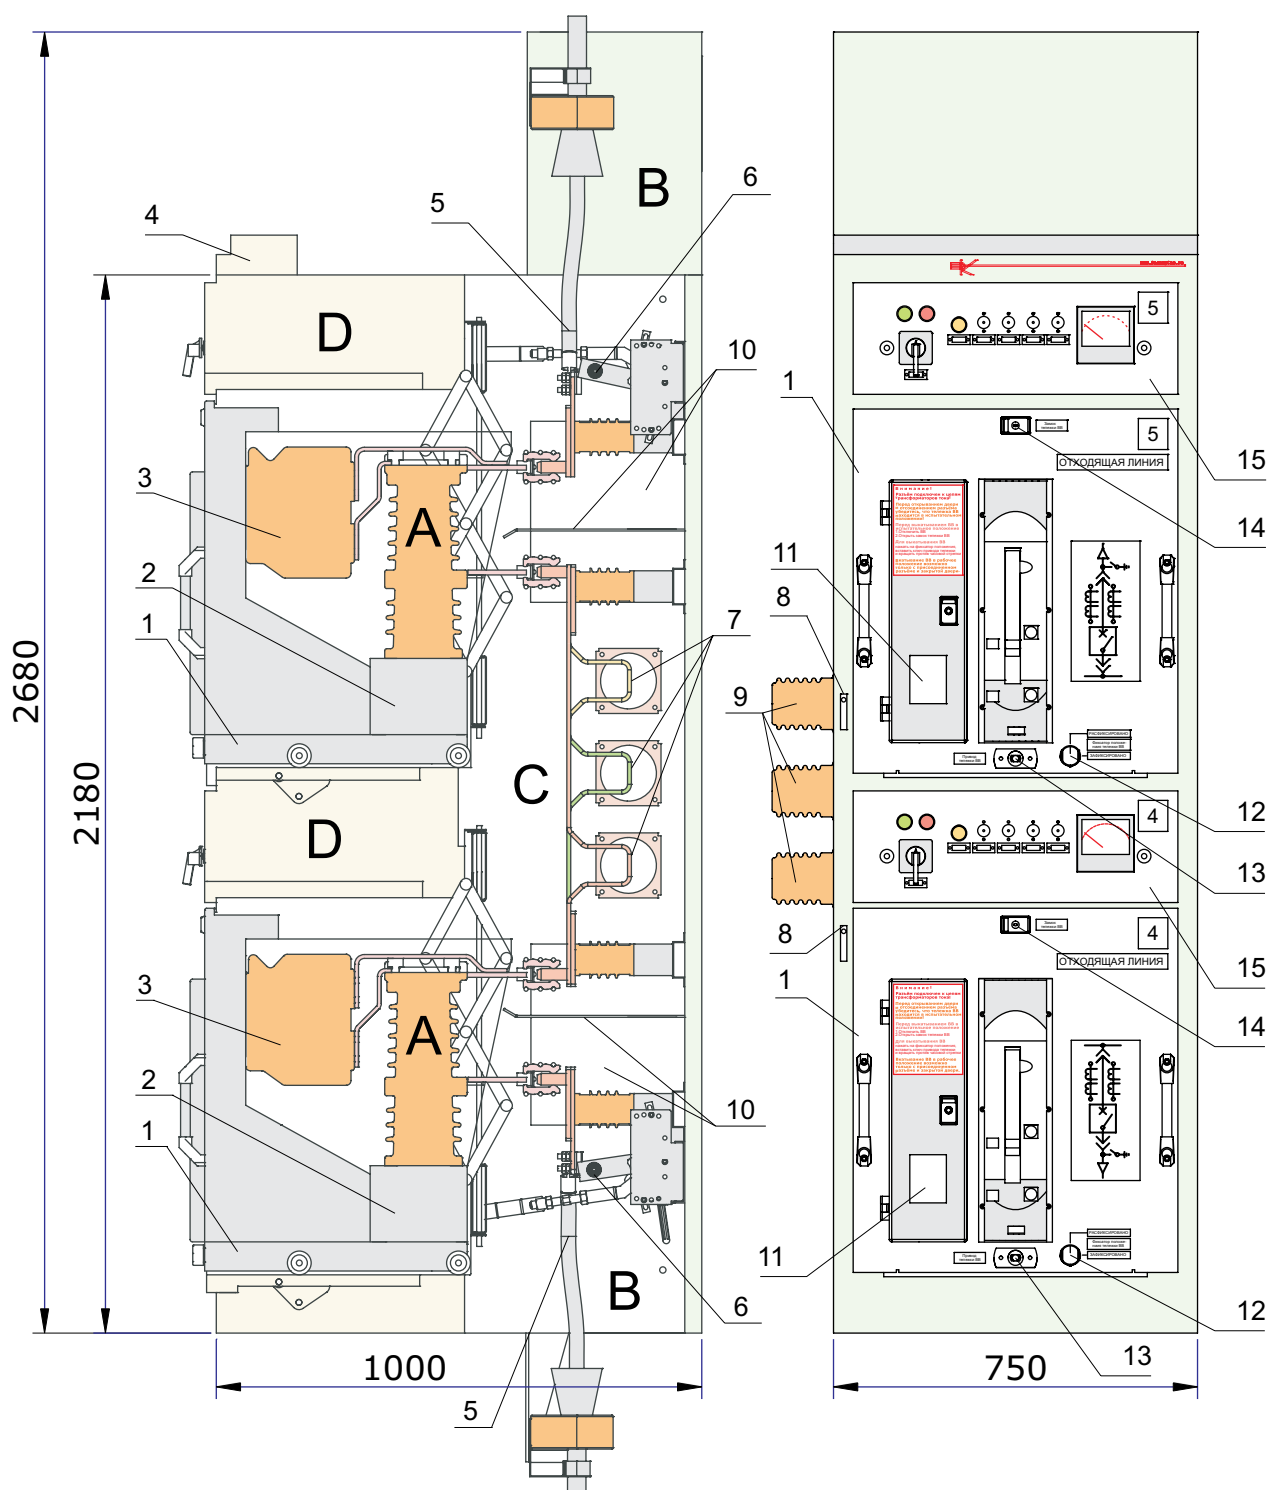
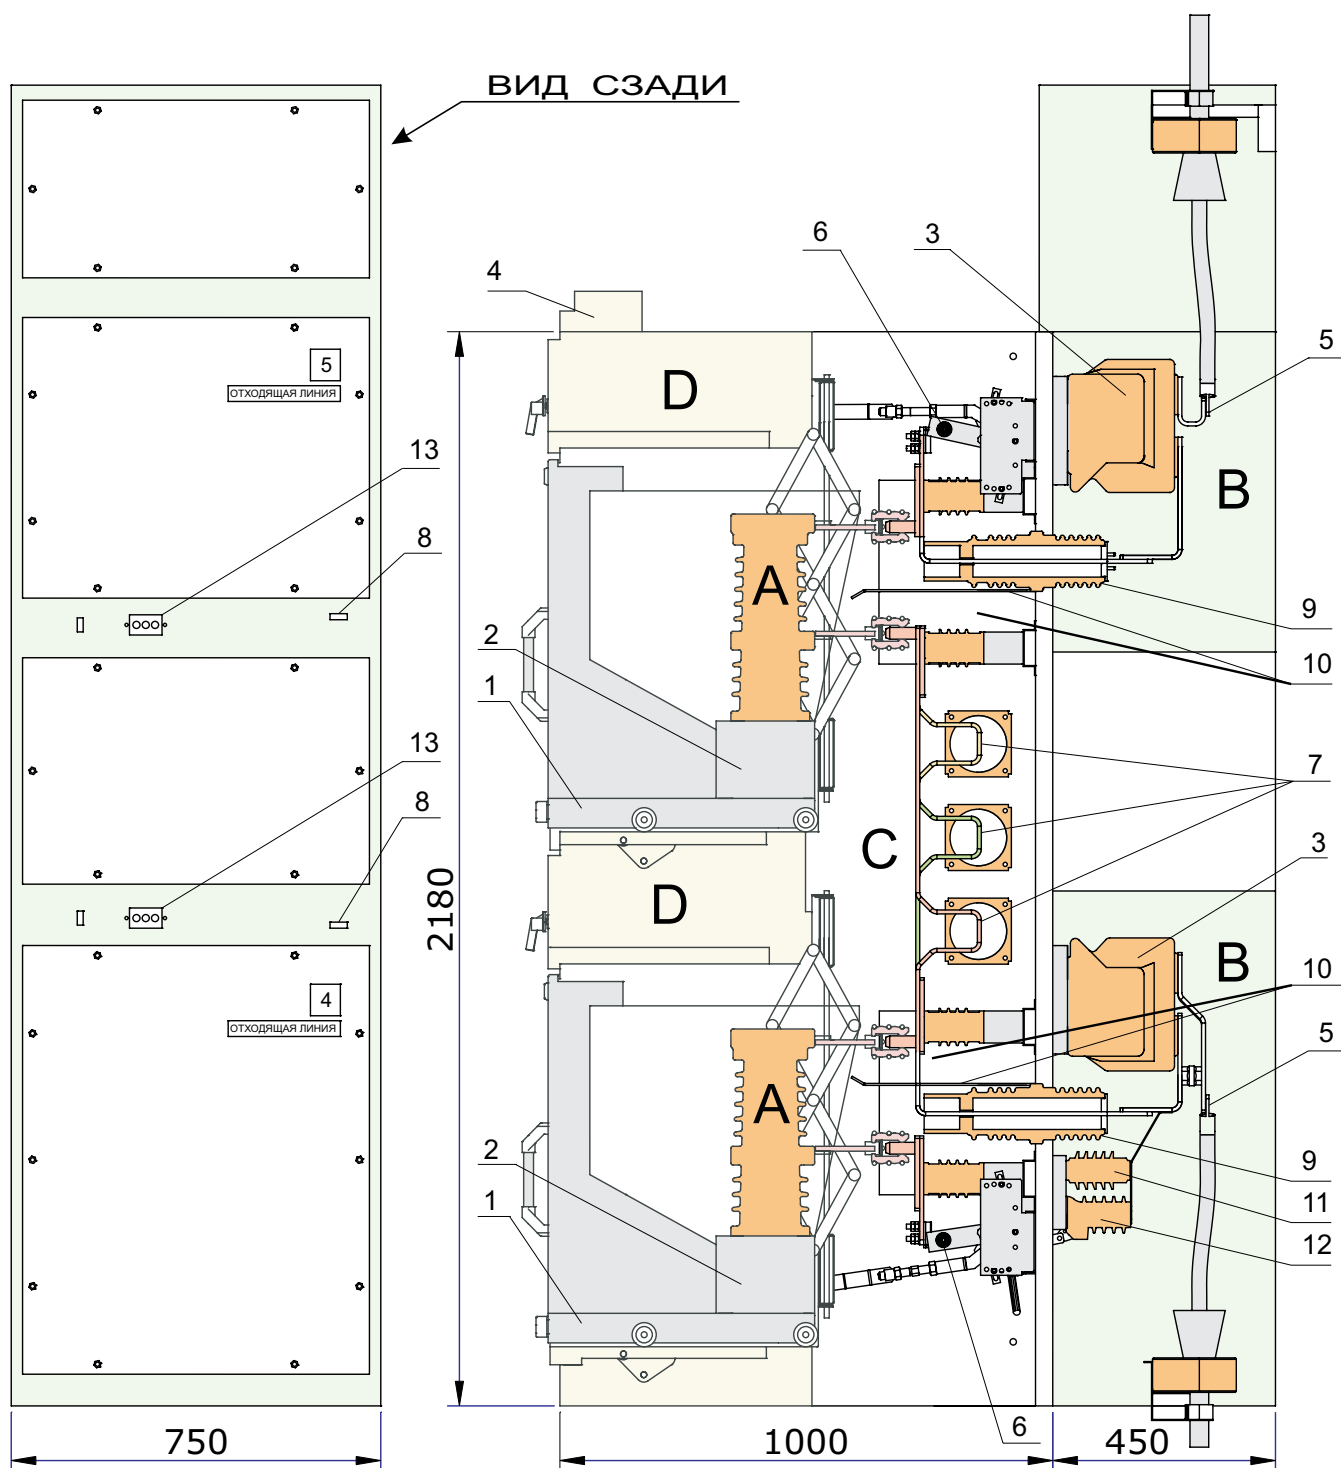

Рисунок 1.1. Общий вид ячейки КРУ/ТЭК-206.
Рисунок 1.2.
В зависимости от места кабельного присоединения ячейки КРУ/ТЭК-206 выпускаются в двух основных компоновочных исполнениях: одностороннего обслуживания (Рисунок 1.1) и двухстороннего обслуживания (Рисунок 1.2).
Ячейка состоит из пяти основных отсеков — двух высоковольтных (А, Рисунок 1.1), отсека сборных шин (С) и двух низковольтных (D).
В ячейке этой конструкции (Рисунок 1.2) кабельные присоединения осуществляются в отдельных изолированных отсеках (В), кроме того в этих отсеках устанавливаются трансформаторы тока (3).
Аппаратура защиты, управления и сигнализации размещена на выдвижных элементах в релейных отсеках (D), при этом органы управления и визуального контроля располагаются на лицевой панели (15, Рисунок 1.1).